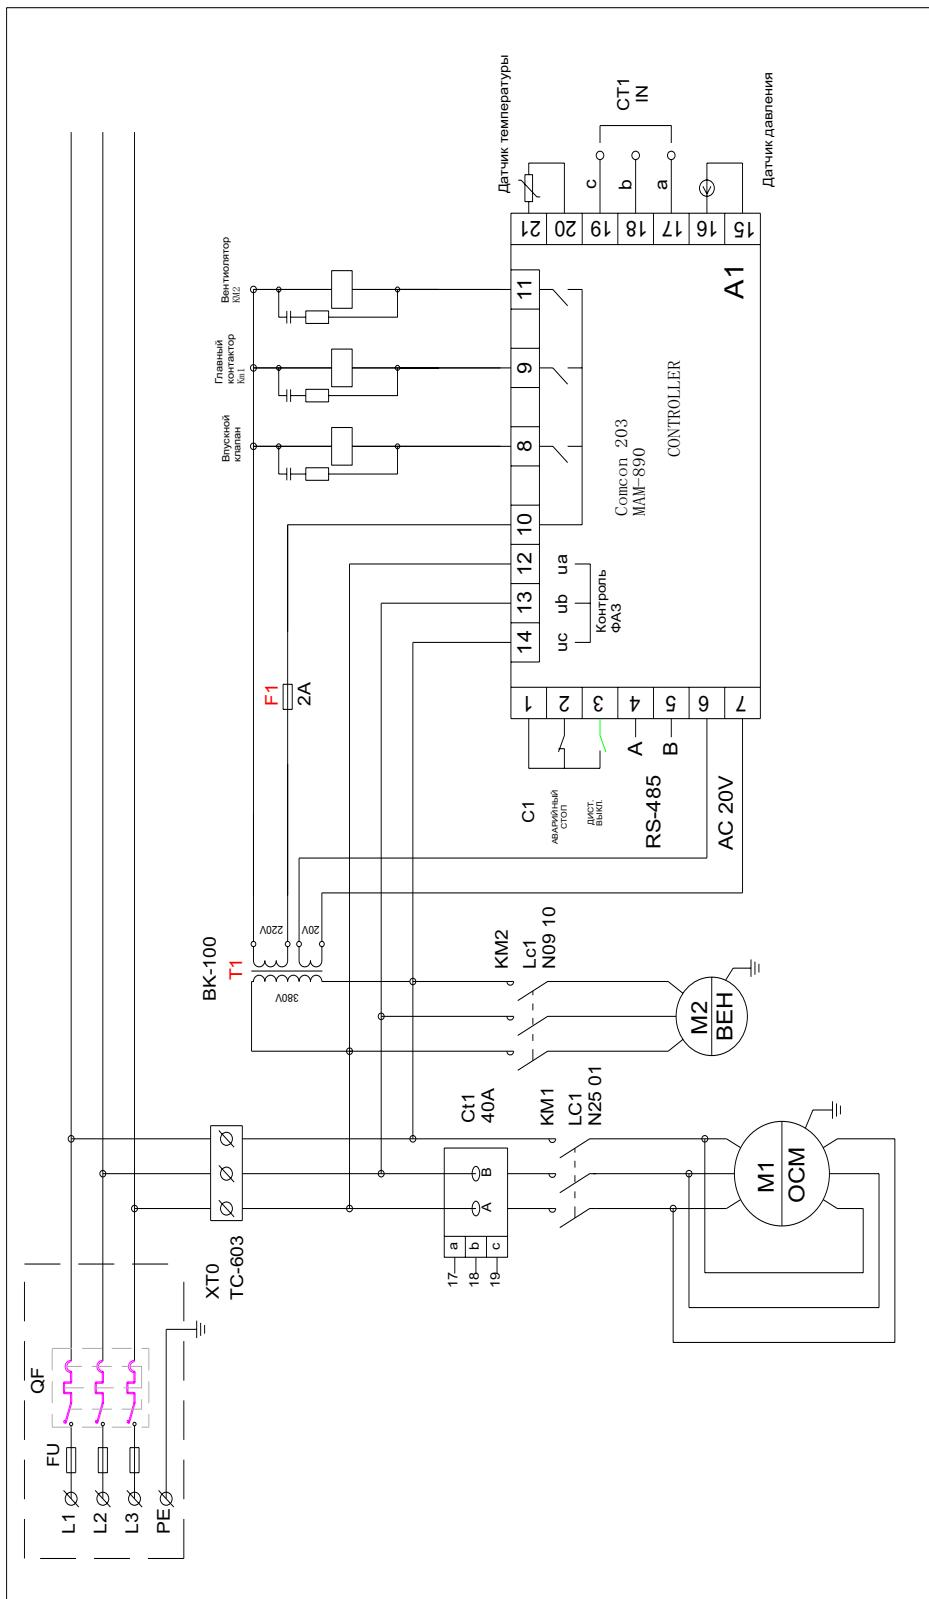

Рис. 3.4
- Электрическая схема показана на рис. 3-4.